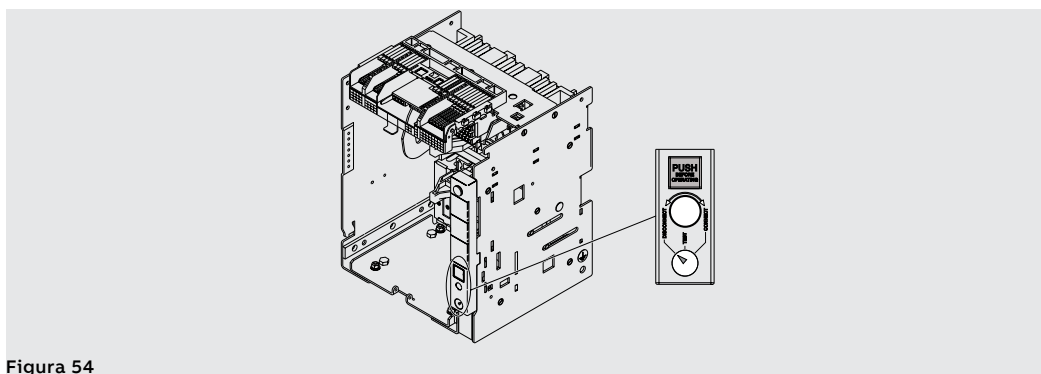

Figura 54
2. Verificar que el indicador en la parte fija señale la posición **DISCONNECT**. Véase Figura 54.